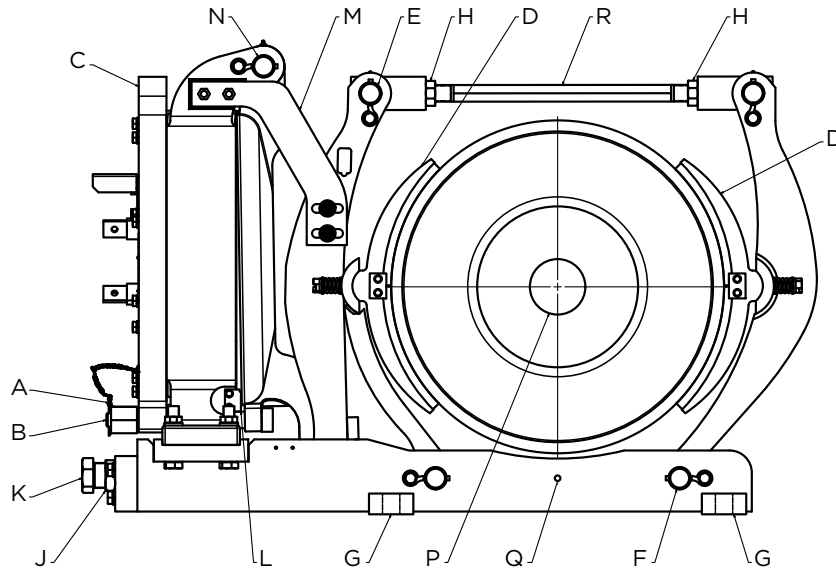
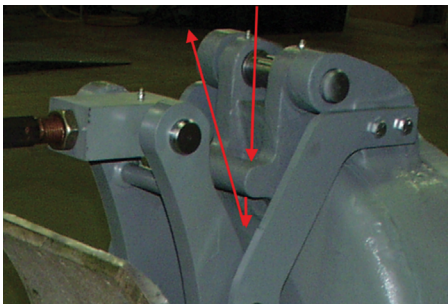

Figura 1: Instalación del freno
Figura 1A: Posición de levantamiento recomendada
- En la Figura 1, encontrará las piezas identificadas por una letra, por ejemplo, "(G)".
5. Verifique que el freno se haya liberado de forma manual retirando el pasador de chaveta (A) de la tuerca de liberación manual (B) y ajustando esta tuerca hasta que la armadura quede **completamente cerrada. ¡CONSULTE LA ADVERTENCIA!**
6. El levantamiento se debe realizar desde la oreja de elevación (C) o el punto de levantamiento en la armadura, como se indica en la Fig. 1A a continuación. En la Figura 1A, se muestra una posición más equilibrada de la correa de levitación utilizando un componente de la armadura del freno. **Colocar la correa de levantamiento en cualquier otra posición provocará que el freno se dañe.**
7. Coloque la rueda de freno (P) en el eje del motor y desplace el freno hasta su posición utilizando la oreja de elevación (C) en la carcasa del imán o el punto de levantamiento en la armadura, tal como se indica en la Figura 1A. Centre la rueda de freno (P) entre las zapatas (D).
En esta sección, se describen los ajustes del par del freno, la separación de la armadura y el espacio libre de las zapatas. Las letras entre paréntesis se refieren a la Figura 1 en la página 3.
Reemplace los revestimientos del freno siguiendo estos procedimientos (consulte la Figura 1):